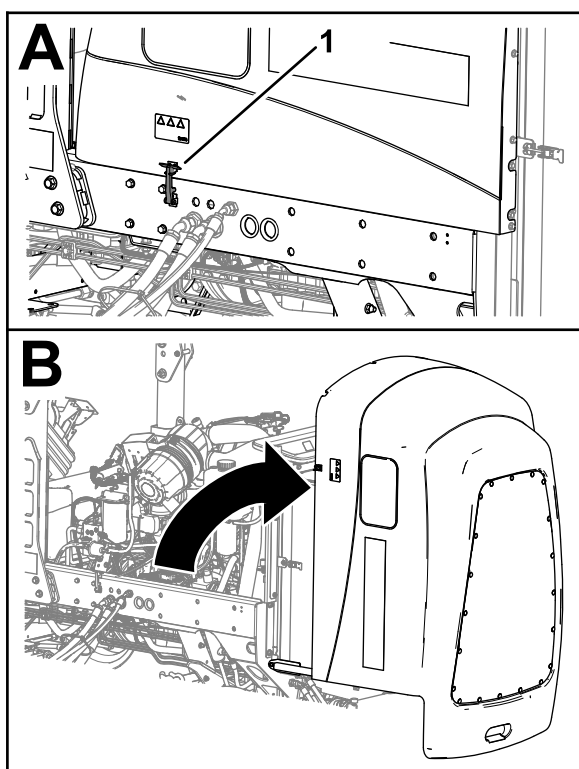

Figura 100
1. Eliberați cei 2 clicheti ai capotei (Figura 100).